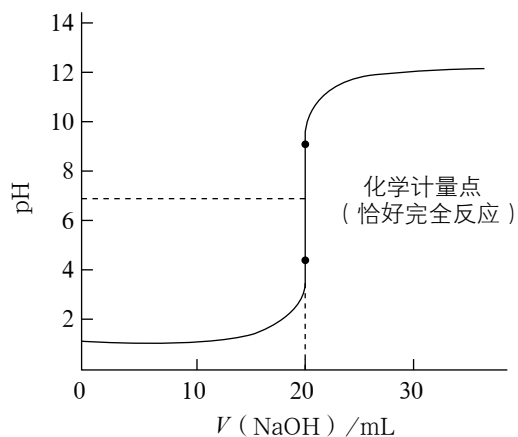

图3-4-7 用NaOH溶液滴定盐酸过程中溶液pH的变化曲线
1. 某小组同学用 pH 传感器监测上述实验过程中溶液 pH 的变化, 得到的 pH 变化曲线如图 3-4-7 所示。请解释曲线的变化趋势。